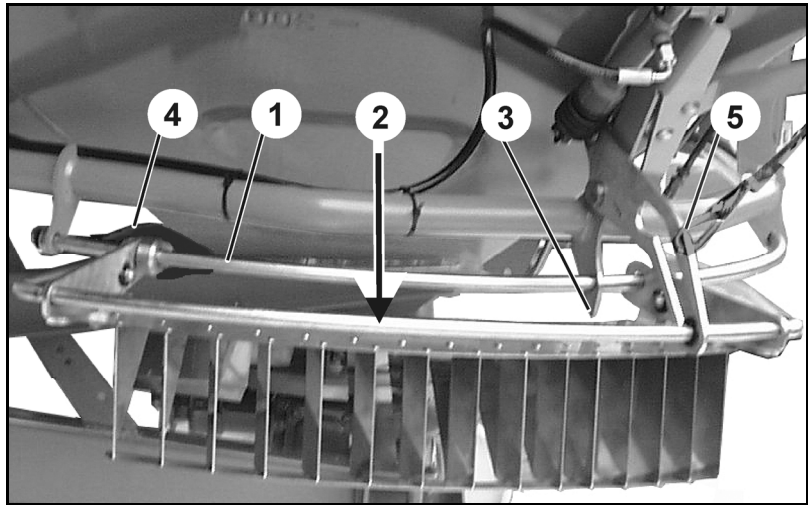

Bild 76
- Inställningen sker genom förskjutning av gränsspridningsskärmen på styrbygeln (Bild 76/1).
- De värden som kan avläsas i spridningstabellen återfinns på gränsspridningsskärmen (Bild 76/2).
- Spetsen på cylinderfästet fungerar som visare för inställningsvärdena (Bild 76/3).
1. Lossa vredet (Bild 76/4).